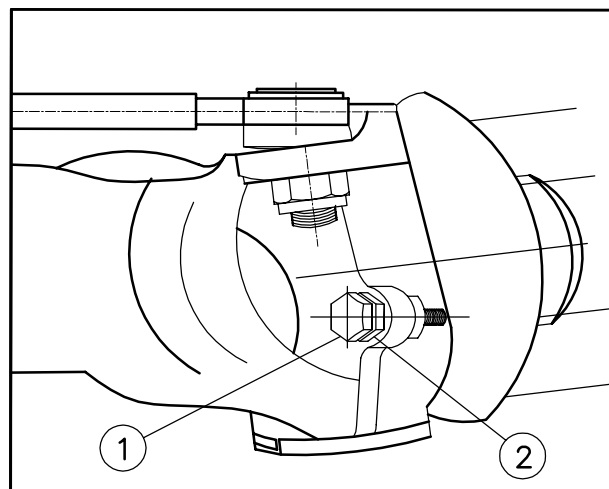

Fig. 4-21
Maksimalni ugao upravljača za 4WD prednju osovinu može varirati u zavisnosti od tipa guma montiranih i načina na koji se traktor koristi. Ugao se menja podešavanjem stop zavrtnja (1) (Fig 4-21) na krajnjem pogonu osovine.